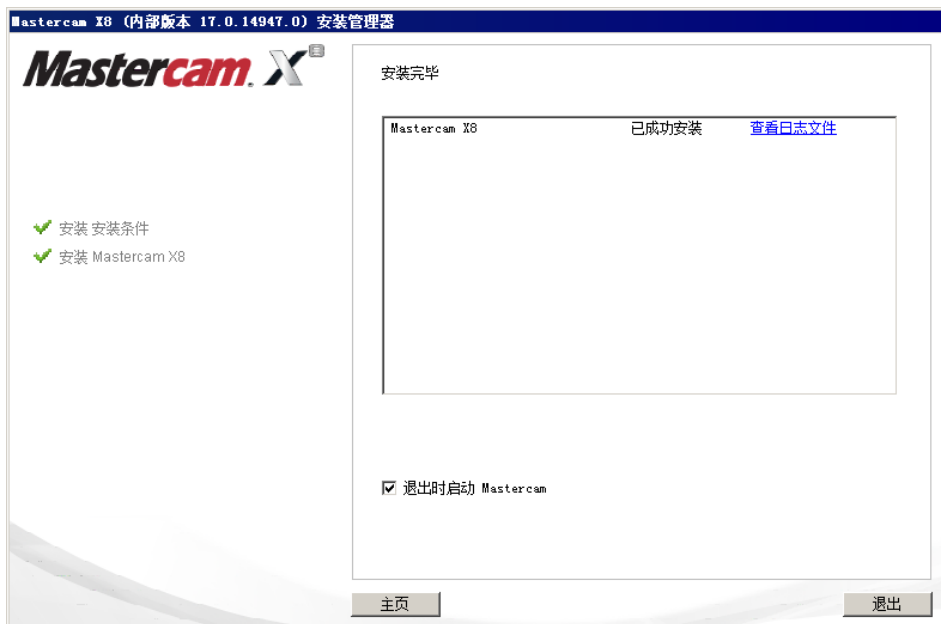

图 2.4.7 “Mastercam X8（内部版本 17.0.14947.0）安装管理器”对话框（六）
Step7. 稍等片刻，系统弹出“Mastercam X8（内部版本 17.0.14947.0）安装管理器”对话框（六），如图 2.4.7 所示，取消勾选 ☐ 退出时启动 Mastercam 复选框，单击 **退出** 按钮，完成安装。